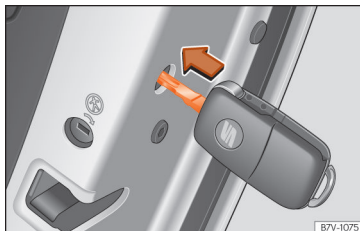

Abb. 97 Notverriegelung des Fahrzeugs mit dem Fahrzeugschlüssel.
- Schlüsselbart waagrecht in die Öffnung stecken und den kleinen farbigen Hebel nach vorn drücken »» **Abb. 97.**